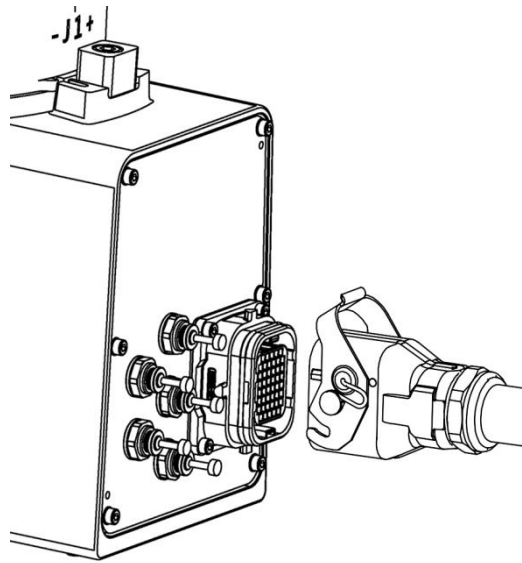

图 5-6 操作机重载线连接接口
- 步骤1. 连接操作机，将重载线一端插头插进操作机重载线接口（见图 5-6），并扣紧锁扣。